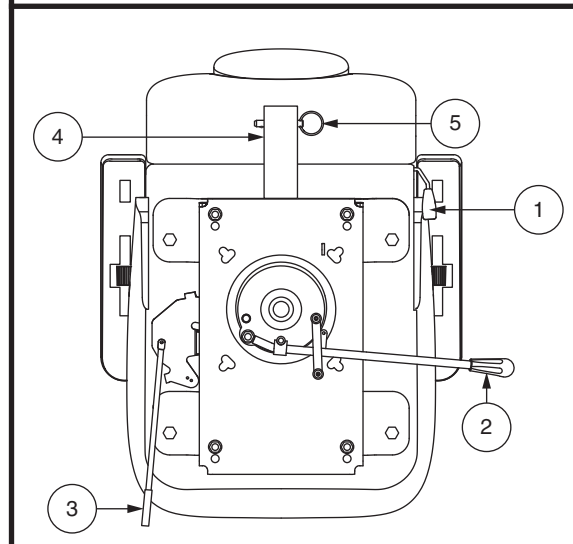

Abb. 19. Sitzeinstellungen
Um die verstellbare Rückenlehne einzustellen, befolgen Sie diese Schritte. **Siehe Abb. 19.**
1. Zum Entriegeln des Sitzes den Sitzverschluss je nach Sitztyp entweder nach oben ziehen oder nach vorne schieben. **Siehe Abb. 19.**
1. Drehen Sie den Hebel zur Verstellung der Sitzposition nach aussen. **Siehe Abb. 19.**
Der Armlehnenwinkel Ihres Fahrzeug kann nach oben oder nach unten verstellt werden durch das Drehen der Armlehnenwinkels Einstellung. **Siehe Abb. 19.** Drehen Sie das Einstell für die Armlehne nach links, um den Armlehnenwinkel zu verringern, oder nach rechts, um den Armlehnenwinkel zu erhöhen.
Die Zubehörhalterung am Heck ermöglicht es Ihnen, persönliche Zubehörkomponenten wie Korb, Gehhilfe oder Sauerstofftank hinter dem Fahrzeug anzubringen. Verwenden Sie den Sicherungsstift, um das Zubehörteil sicher an der Halterung zu befestigen. **Siehe Abb. 19.** Für weitere Informationen wenden Sie sich an Ihren Fachhändler.